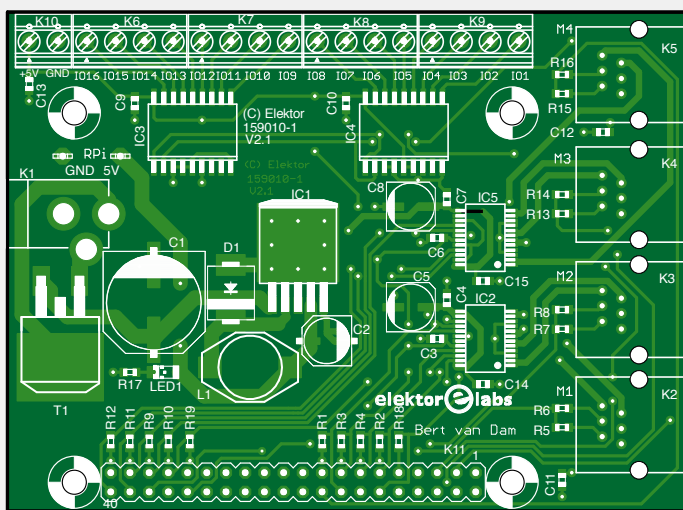

Figure 4. Dessin du circuit imprimé. Le connecteur à 40 broches (K11) est installé sous le circuit.
La **figure 4** montre le dessin du circuit imprimé. Les dimensions du circuit et la position du connecteur sont choisies de telle manière que la carte s'adapte parfaitement à un RPi 2 ou 3 (doté d'un connecteur d'E/S à 40 broches). La plupart des composants sont en boîtier CMS, Elektor propose donc une version montée et testée de la carte. Vous pouvez bien entendu monter le circuit vous-même, le dessin est disponible sur la page du projet [1]. Notez que le connecteur à 40 broches (K11) est placé sous le circuit imprimé, et soudé sur le dessus. Les quatre connecteurs NXT destinés aux moteurs ne sont pas très courants, et vous devrez chercher un fournisseur sur l'internet.
- la carte de commande LEGO (fig. 4) ;